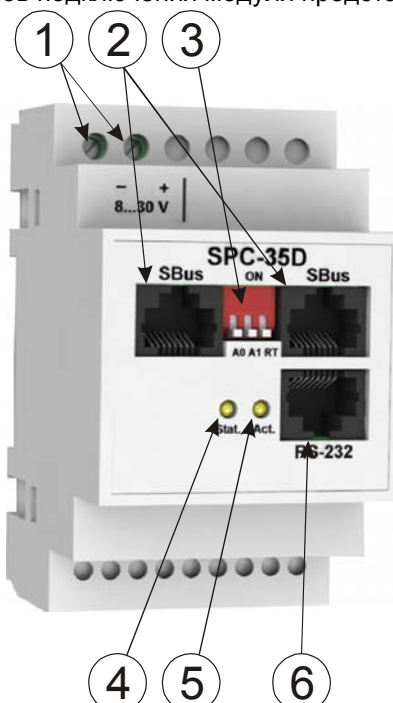

Рисунок 1 – Внешний вид и назначение органов подключения передней панели модуля
- 4.4 Подключите, при необходимости, терминирующий резистор "RT" модуля к шине SBus включив в положение "ON" соответствующий флажок DIP-переключателя (см. рисунок 1).
- 4.5 Подключите информационные кабели шины SBus к разъемам SBus модуля (см. рисунок 1) в соответствии со схемой, изображенной на рисунке 2.
**4.6** Подключите счетчик электроэнергии к разъему шины RS-232 (RS-485) (см. рисунок 1) в соответствии со схемами, приведенными на рисунках 3, 4.
- установите DIP-переключателем **3** (см. рисунок 1) адрес модуля **0x50**, в соответствии с таблицей 3;
- по истечению 30 секунд проконтролируйте по режиму работы индикатора “Stat.” (см. рисунок 1) активность выбранного протокола передачи данных;